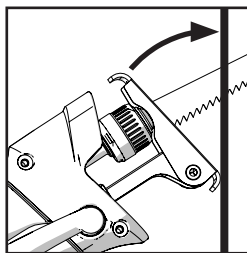

Fig. 10
- Sujete la máquina en ángulo respecto a la pieza de trabajo con el borde inferior de la placa de contacto de la pieza de trabajo apoyado firmemente contra la pieza de trabajo. **(Fig. 10).**